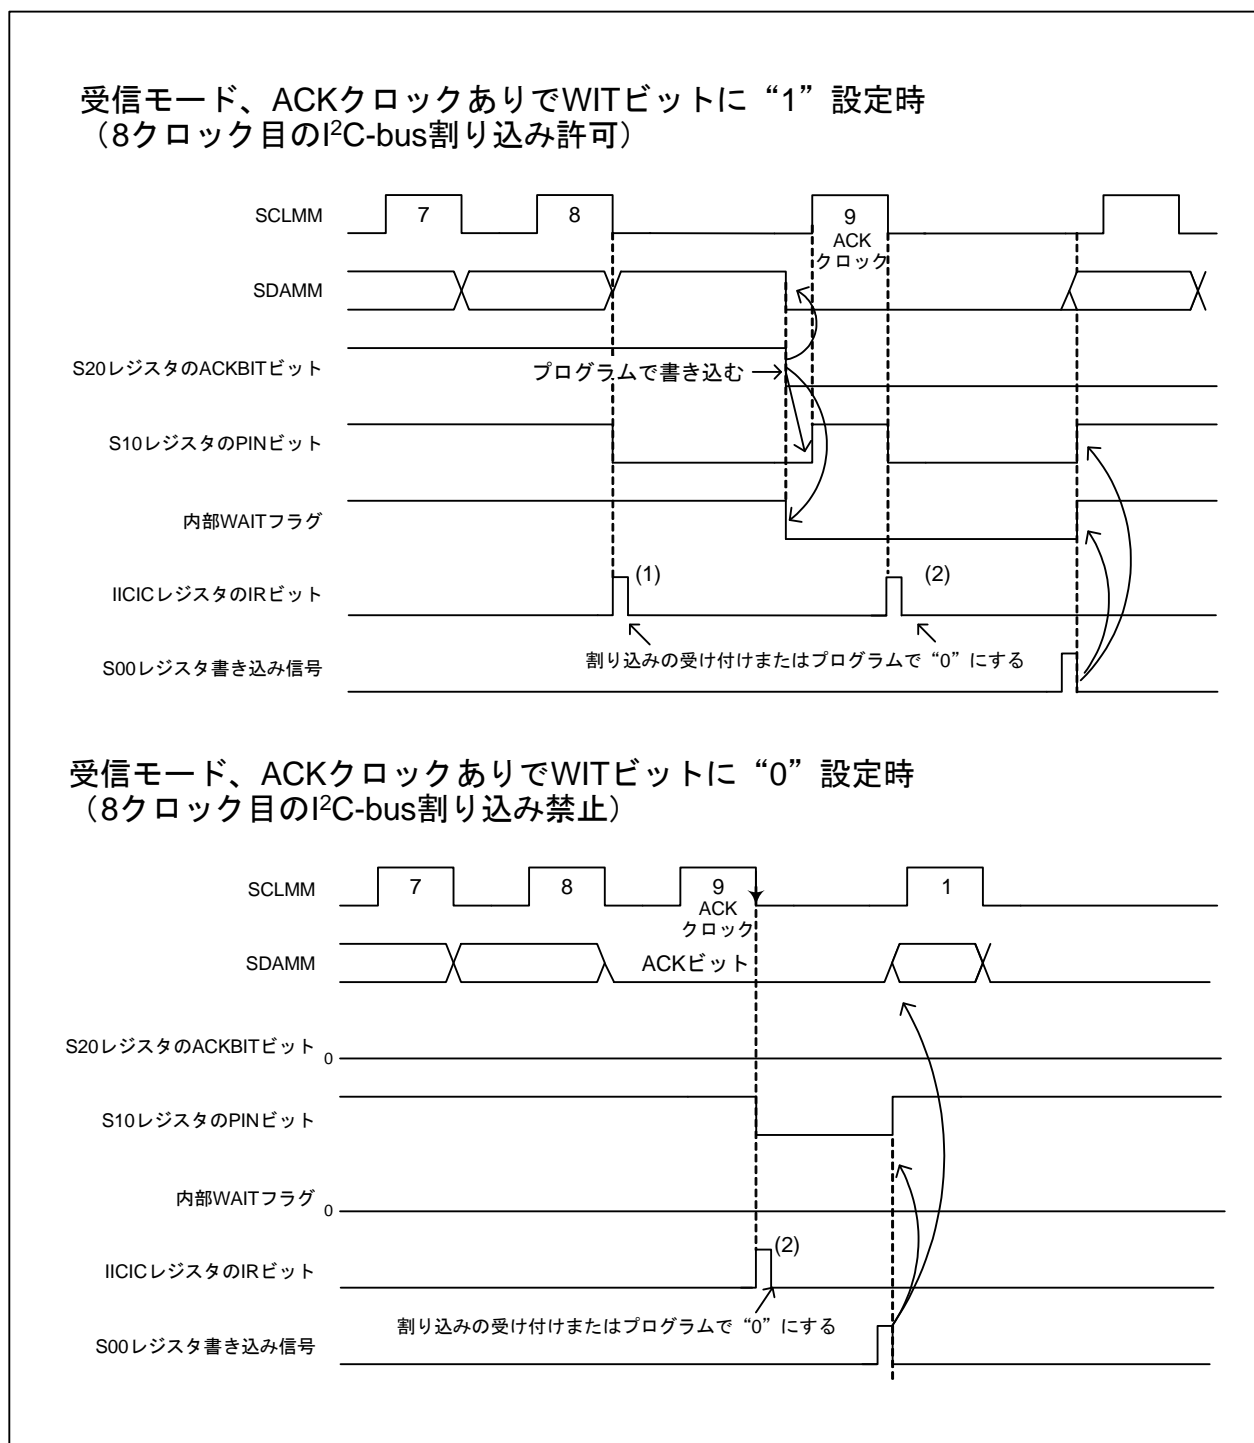

図 22.4 データ受信時の割り込み要求発生タイミング
表 22.6 にデータ受信時の割り込み要求発生タイミングと送受信再開の方法を、図 22.4 にデータ受信時の割り込み要求発生タイミングを示します。
注1. 図 22.4 IICIC レジスタの IR ビット (1) のタイミング
注2. 図 22.4 IICIC レジスタの IR ビット (2) のタイミング